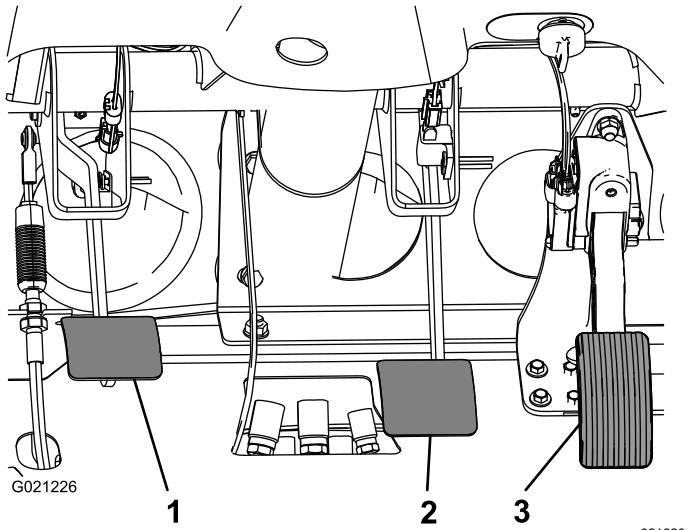

Figura 66
2. Tire hacia arriba del pedal de freno (Figura 66) hasta que entre en contacto con el bastidor.
3. Afloje las contratuerca que fijan la horquilla al eje del cilindro maestro (Figura 66).